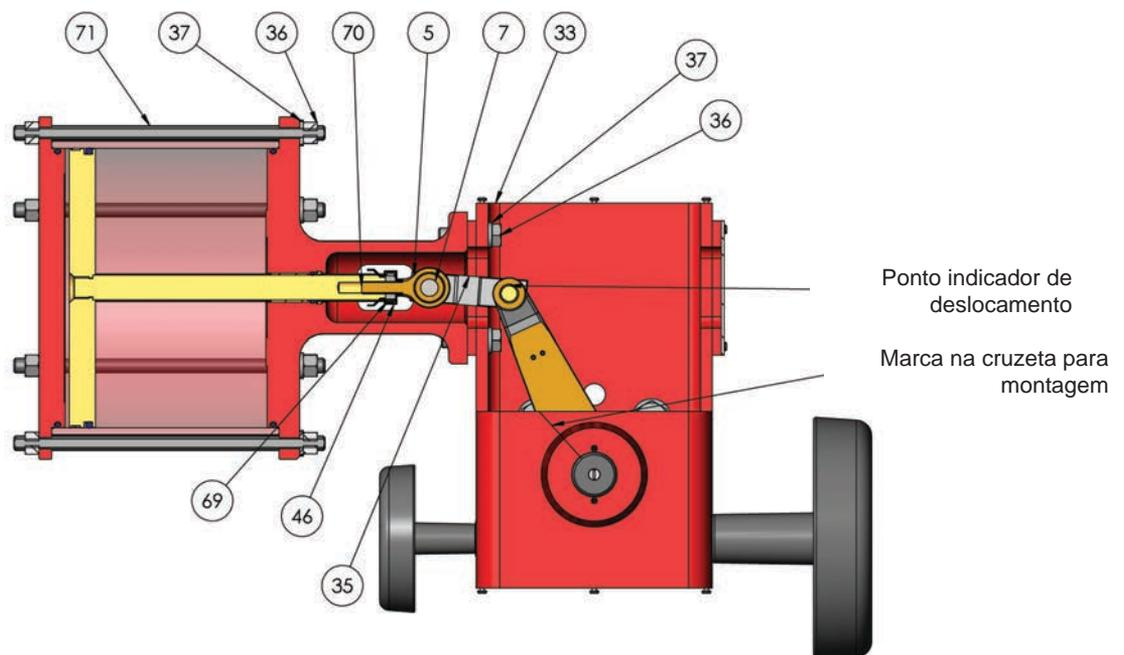

Figura 2
Para facilitar o posicionamento e a remontagem, é fornecida uma marca correspondente na cruzeta e na alavanca na posição totalmente fechada - ver Figura 2.
- H. Insira completamente o eixo no rolamento do eixo (8).
- I. Instale e aperte a porca do prisioneiro do corpo (27).
- K. Mova a alavanca (34) no eixo (19) ao corpo e aperte o parafuso de fixação da tampa da alavanca (49).
- M. Solte o parafuso da tampa da alavanca (49), mova a alavanca (34) para a posição em que ela atinge o rolamento do eixo (8) e aperte o parafuso da tampa da alavanca novamente.
- N. Conforme mostrado na Figura 2, certifique-se de instalar o cilindro no lado esquerdo do garfo e fixá-lo com os quatro parafusos de fixação (36) e arruelas de pressão (37).
Monte o volante do garfo em ambos os lados (roda de maior diâmetro instalada oposta ao atuador e roda de menor diâmetro instalada no lado do atuador - ver Figura 2).